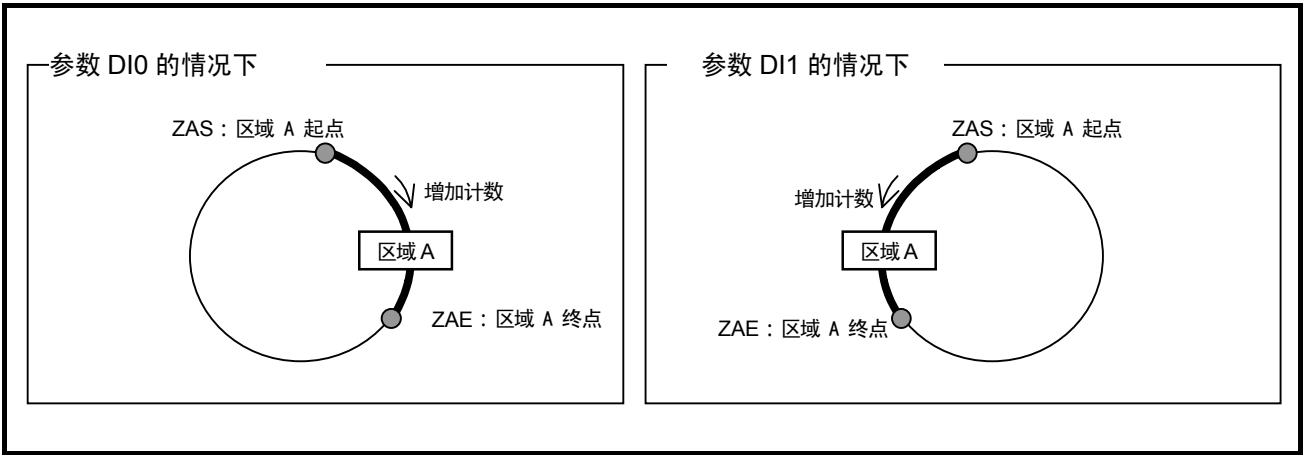

图 8-6: 区域的设定方法
- 通知区域为通过参数 ZAS: 区域 A 起点、参数 ZAE: 区域 A 终点 设定所的区域。区域如「图 8-6: 区域的设定方法」所示，按坐标增加计数方向从区域起点至终点所途径的区域。